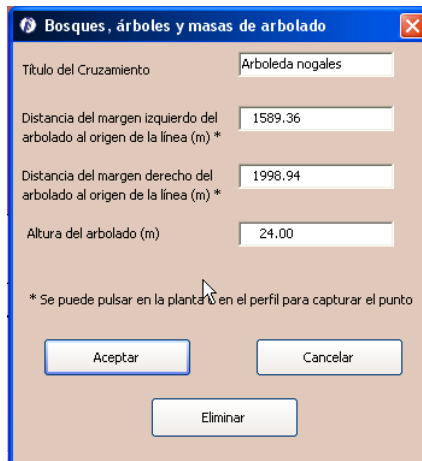

Figura 5.48. Cruzamiento con ríos y canales
- Cruzamiento con bosques, árboles y masas de arbolado (). En la ventana de arbolado (Figura 5.48) podemos introducir un cruzamiento indicando: